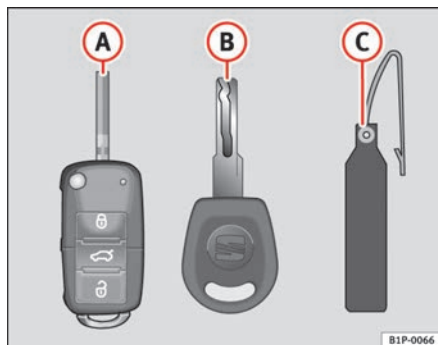

Fig. 54 Juego de llaves
- una llave con mando a distancia ⇒ fig. 54 A con espadín desplegable*,
Sólo es posible hacer duplicados con el número de la llave del llavero de plástico ⇒ fig. 54 B. Por este motivo: